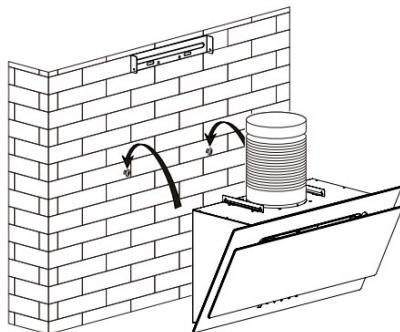

Рис.4
6. Повесьте вытяжку на стену, отрегулируйте её положение и зафиксируйте двумя страховочными винтами ST 4x30. См.Рис.4
6. Способ 2. Используя плоскую отвертку аккуратно снимите защитное стекло лампы. См.Рис.5. Затем аккуратно потяните лампу и провод питания См.Рис.4